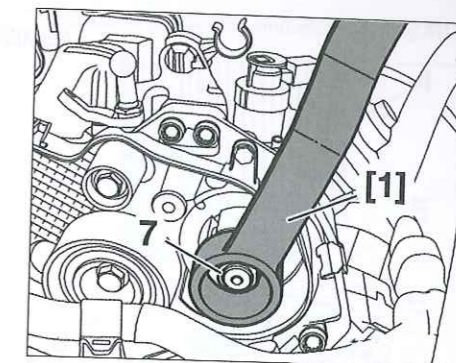

Fig. 33
- el manguito de retorno de la rampa común y colocarlo de lado (5).
- Desmontar el tubo de alimentación de combustible entre la bomba de alta presión y la rampa común (6).
- Sostener el cubo de la bomba de alta presión con el contra-apoyo [1] y aflojar la tuerca de fijación (7) (Fig.33).